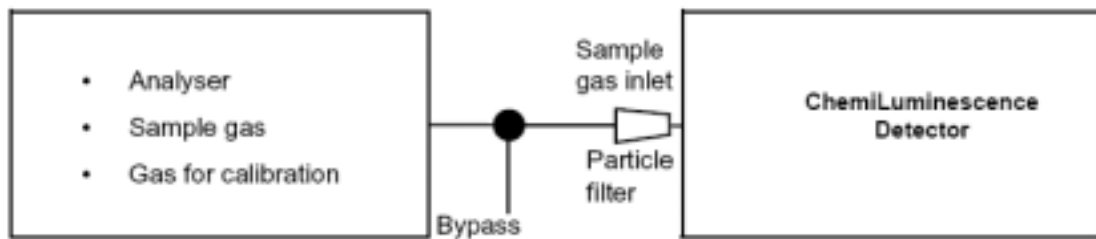

图96 样品气源与化学发光检测器之间的连接
**特别注意：**连接管必须有一个通道或旁路，将气体引到室外或抽风系统（图 96）。避免过压和负压的情况出现。压力不正常可能导致管道爆裂或从接口处裂开。
**特别注意：**安装旁路或者使用 T 型接头在输送待测气体或标定用气体的管路中形成开口防止过压或负压。(见图 94 和图 96)